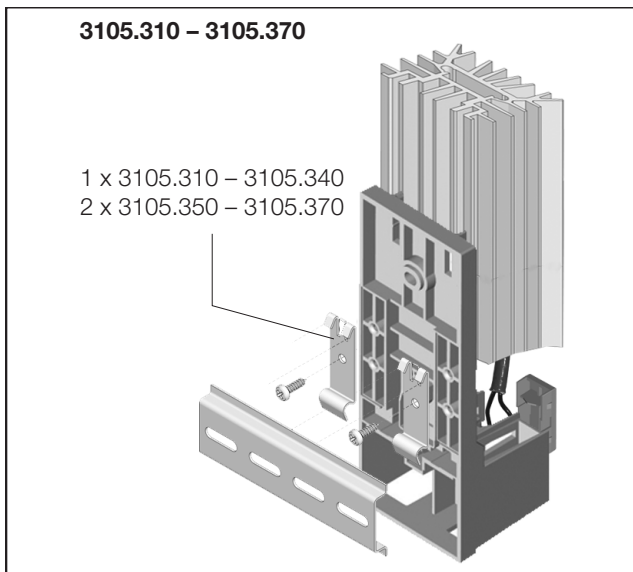

Abb. 2: Schnappbefestigung auf 35 mm-Tragschiene EN 60715
1	Befestigungsmaterial (siehe Abb. 2)
1. Schnappbefestigung auf einer 35 mm-Tragschiene EN 60715 (Abb. 2).